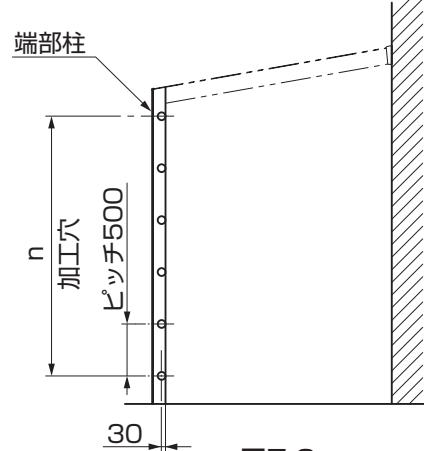
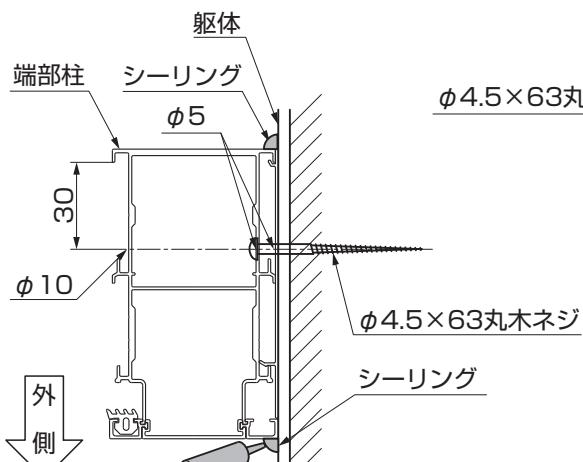
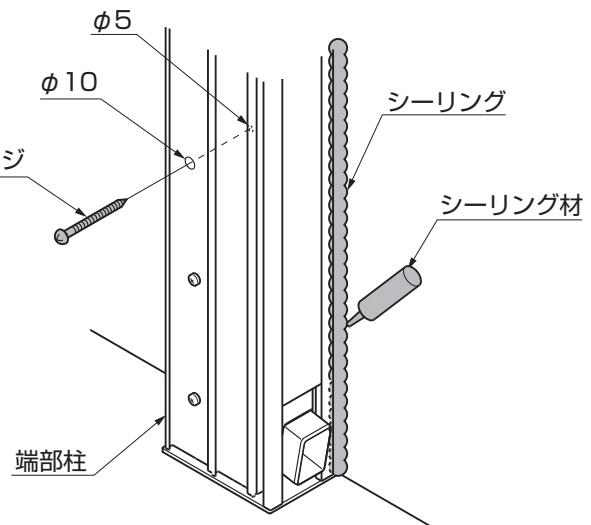

図7-2
図7-3
図7-4
①入隅側の端部柱に、 $\phi 10$ 、 $\phi 5$ の穴をあけてください。（図7-2、図7-3、表7-1参照）
②端部柱と躯体を、「 $\phi 4.5 \times 63$ 丸木ネジ」で取付けてください。（図7-3、図7-4参照）
③端部柱と躯体の取合せ部にシーリングをしてください。（図7-4参照）